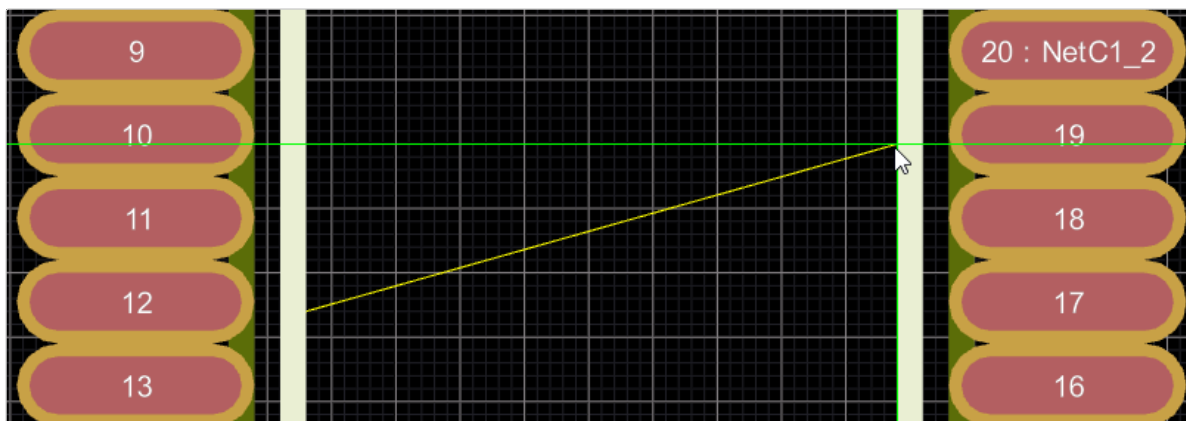

Рисунок 177. Измерение расстояния на плате
- 3) Переместить курсор мыши в конечную точку измерения, при этом между двумя точками будет проведена виртуальная прямая линия для удобного выравнивания измерения (см. рисунок 177).